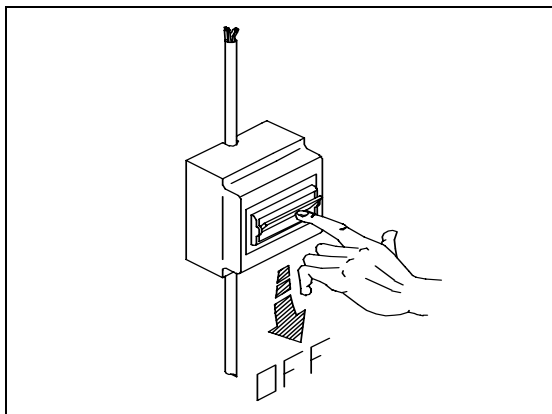

Fig. 5-1
N.B.: Prima di qualsiasi intervento tecnico, scollegare l'apparecchio dalla rete elettrica. (fig. 5-1)
N.B.: Before any technical service, disconnect the machine from the mains. (fig. 5-1)
N.B.: Vor jedem kundendienst die machine vom stromnetz ausschalten. (fig. 5-1)
N.B.: Avant de toute intervention, débrancher l'appareil de l'électricité. (fig. 5-1)
N.B.: Desconecte siempre el aparato de la red antes de cualquier operación de arreglo. (fig. 5-1)
N.B.: Antes de qualquer intervento tecnico, desligar a máquina da rede eléctrica. (fig. 5-1)
N.B.: Alvorens technische ingrepen aan het apparaat uit te voeren moet het apparaat van het elektriciteitsnet afgekoppeld worden. (Afb. 5-1)